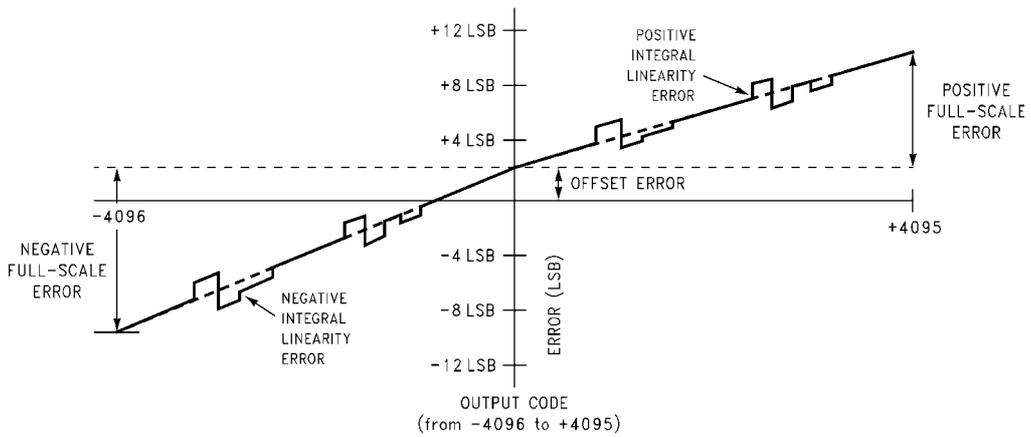

FIGURE 2. Simplified Error Curve vs. Output Code without Auto Calibration or Auto Zero Cycles
- Note 12:** 正の積分直線性誤差 (+ ILE) は、正のフルスケールとゼロ間を結ぶ直線からのアナログ値の偏差として定義され、LSB で表されます。負の積分直線性誤差 (- ILE) では、直線は負のフルスケールとゼロを通ります (Figure 2、3 参照)。